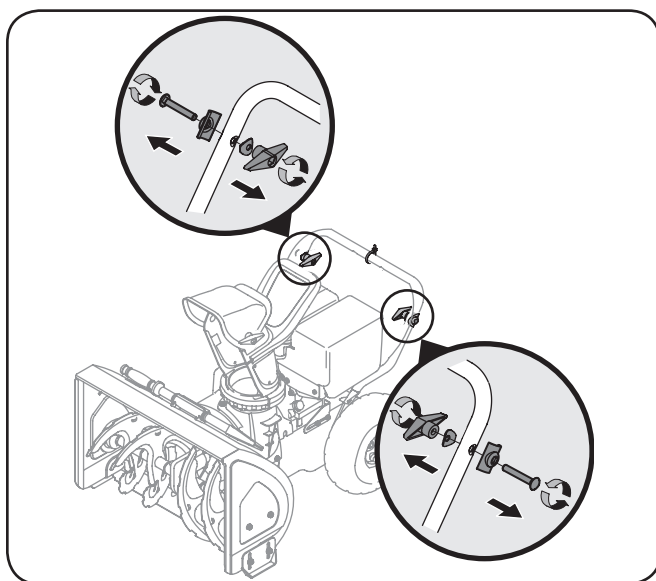

Figure 3-1
2. Afloje la perilla de aletas, la arandela cóncava, la lengüeta de la barra de control y el tornillo del carro que están a ambos lados de la barra de control inferior y retírelos. Vea la Figure 3-1.
3. Deslice una de las uniones de cable flojas desde el lado derecho de la barra de control inferior hasta el travesaño de la misma. Deje la segunda unión de cable en su sitio a la derecha de la barra de control inferior. Vea la Figure 3-1 como referencia.